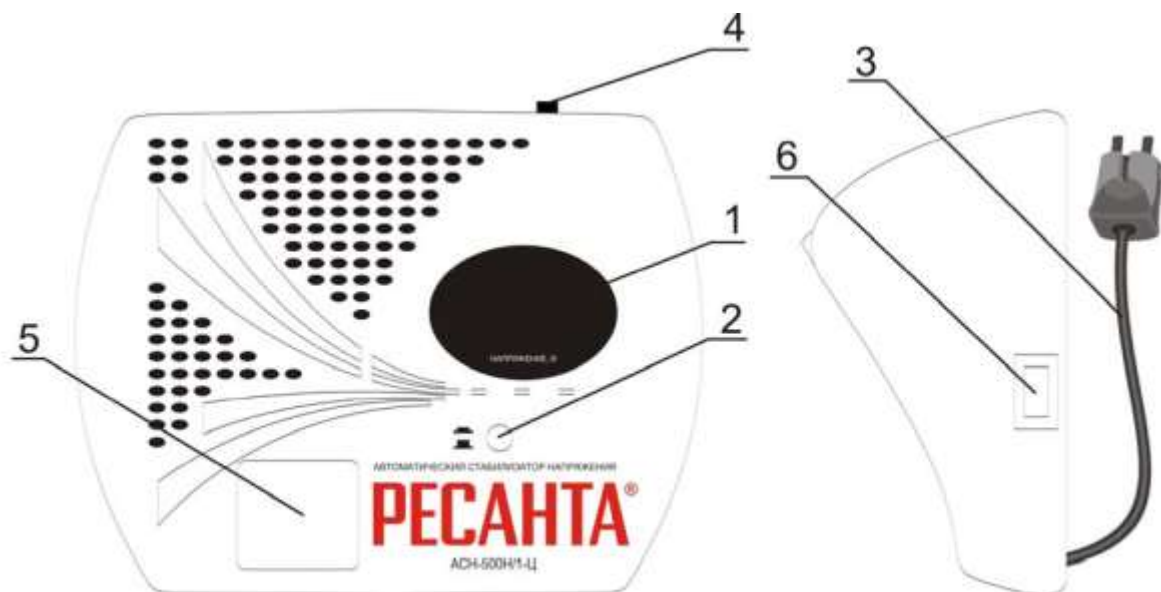

РИС. 2
- Убедиться в том, что выключатель (рис. 2, поз. 3) находится в положении «выкл».
- Перевести выключатель (рис. 2, поз. 3) в положение «вкл» на 10 секунд.
- Дисплей (рис. 2, поз. 1) должен показывать 220 В при работе стабилизатора в штатном режиме.
- Перевести выключатель (рис. 2, поз. 3) в положение «выкл».
- Включить нагрузку в розетку (рис. 2, поз. 5) стабилизатора.
- Установить выключатель (рис. 2, поз. 3) в положение «вкл».
1. Не горит индикатор «сеть»	<ol style="list-style-type: none"> 1. Вилка не включена в розетку 2. Проверить, включен ли выключатель (рис. 2, поз. 3) 3. Проверить предохранитель (рис. 2, поз. 4)